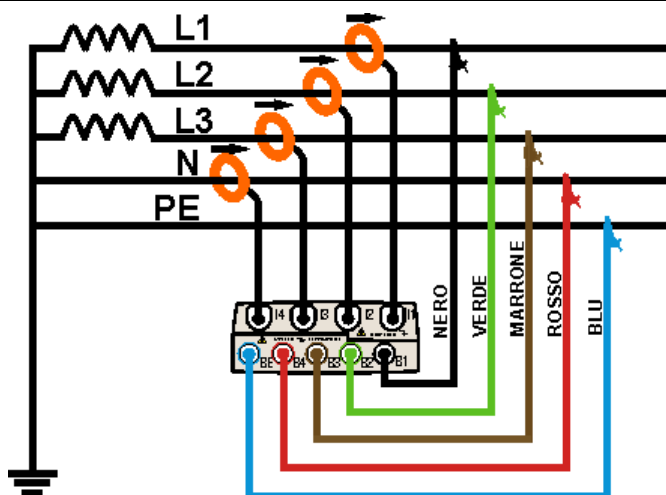

Fig. 237: Ligação do instrumento num Sistema 4 FIOS
2. Ligar os cabos de medida da tensão aos condutores de Fase L1, L2, L3, Neutro e Terra respeitando as cores como se mostra na Fig. 237. **Verificar no display a indicação “123” relativa ao sentido cíclico correcto das fases** (consultar o § 5.2.4) e efectuar as devidas correcções.
3. Ligar as pinças de corrente aos condutores de Fase L1, L2, L3 e Neutro N como se mostra na Fig. 237 **respeitando o sentido da seta** presente nas referidas pinças que indica a direcção convencional da corrente que gera a carga. **Verificar sempre, nos ecrãs da secção Visualização das Medições, se as Potências Activas P1, P2, P3 são sempre positivas e se os factores de potência Pf1, Pf2, Pf3 estão em correspondência com a carga, normalmente indutiva**, antes de activar uma gravação. No caso de valores negativos das Potências activa rodar as pinças 180° nos condutores em questão.